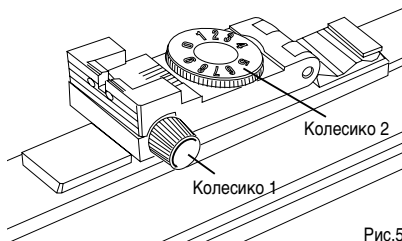

Рис.5
- если точка попадания смещена в лево от мишени, поверните колесико 1 по часовой стрелке. (рис.5)
- если точка попадания смещена в право от мишени, поверните колесико 1 против часовой стрелки. (рис.5)
- если точка попадания выше мишени, поверните колесико 2 по часовой стрелке. (рис.5)
- если точка попадания ниже мишени, поверните колесико 2 против часовой стрелки. (рис.5).